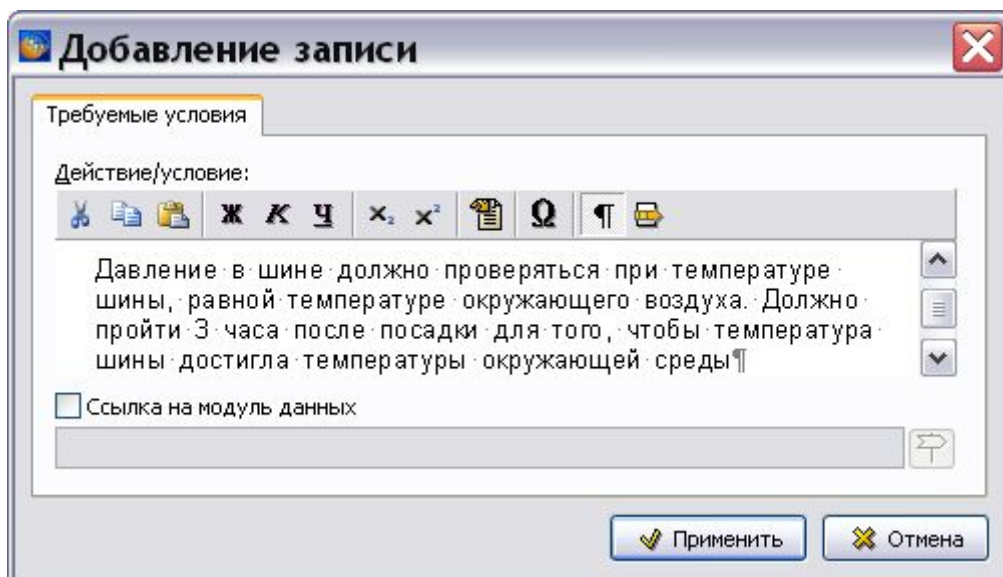

Рис. 6.9
1. Нажмите на кнопку **Добавить** , находящуюся справа от окна. При этом появится окно **Добавление записи**. Введите текст условия, например «Давление в шине должно проверяться при температуре шины, равной температуре окружающего воздуха. Должно пройти 3 часа после посадки для того, чтобы температура шины достигла температуры окружающей среды» (Рис. 6.9).